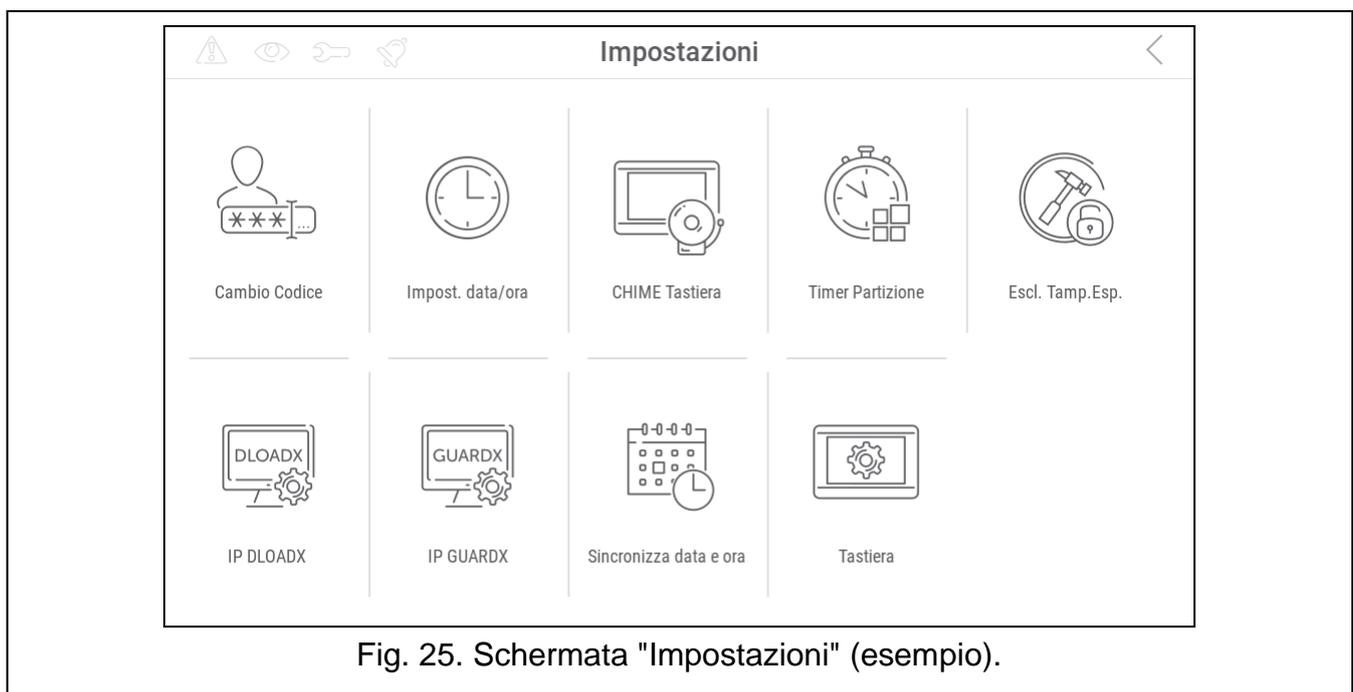

Fig. 25. Schermata "Impostazioni" (esempio).
5. Toccare la funzione "Impostazioni". Viene visualizzata la schermata "Impostazioni" (Fig. 25).